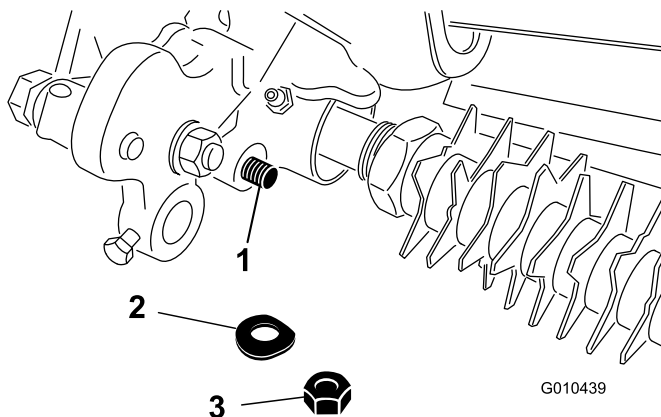

Figure 31
4. Retirez le contre-écrou et la rondelle élastique qui fixent le côté tige du bras de hauteur de coupe à l'entraînement du groomer (Figure 31).